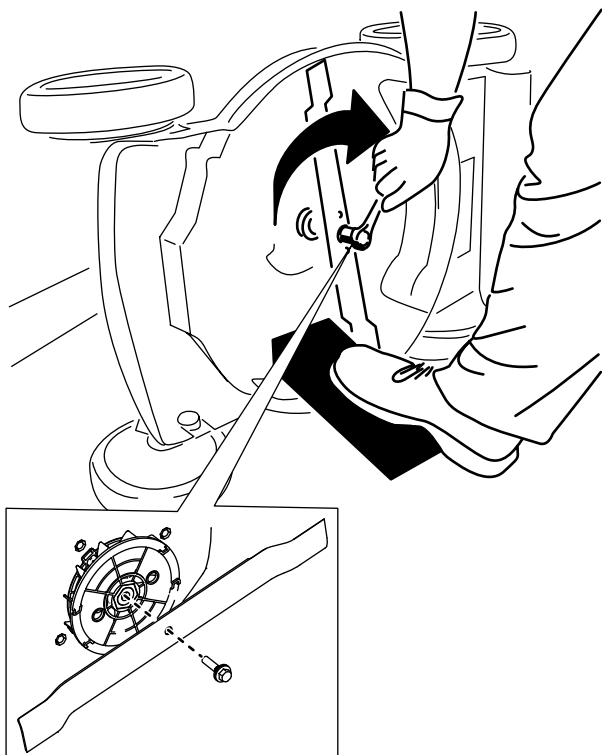

Figure 24
4. Montez la lame et le boulon de lame de rechange (Figure 24).